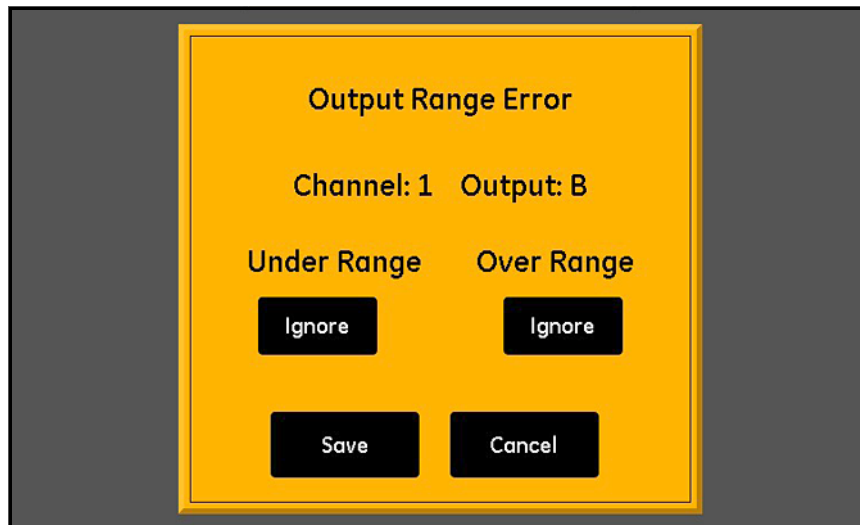

Figure 46: Écran de configuration de l'erreur plage - Réponse de la sortie
1. Touchez le **Canal (1-6)** et la **Sortie (A ou B)** souhaités, puis touchez **Erreur plage** pour ouvrir un écran semblable à celui illustré à la *Figure 46* ci-dessous.